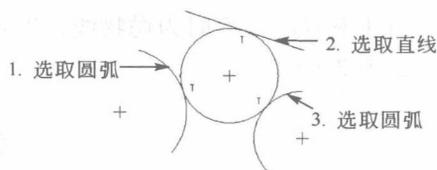

图 2-13 三相切圆的绘制
(4) **三相切圆的绘制** 点选按钮 ，鼠标左键分别选取三段圆弧或直线即可，绘制好的圆与选取的三段圆弧或直线同时相切，如图 2-13 所示。